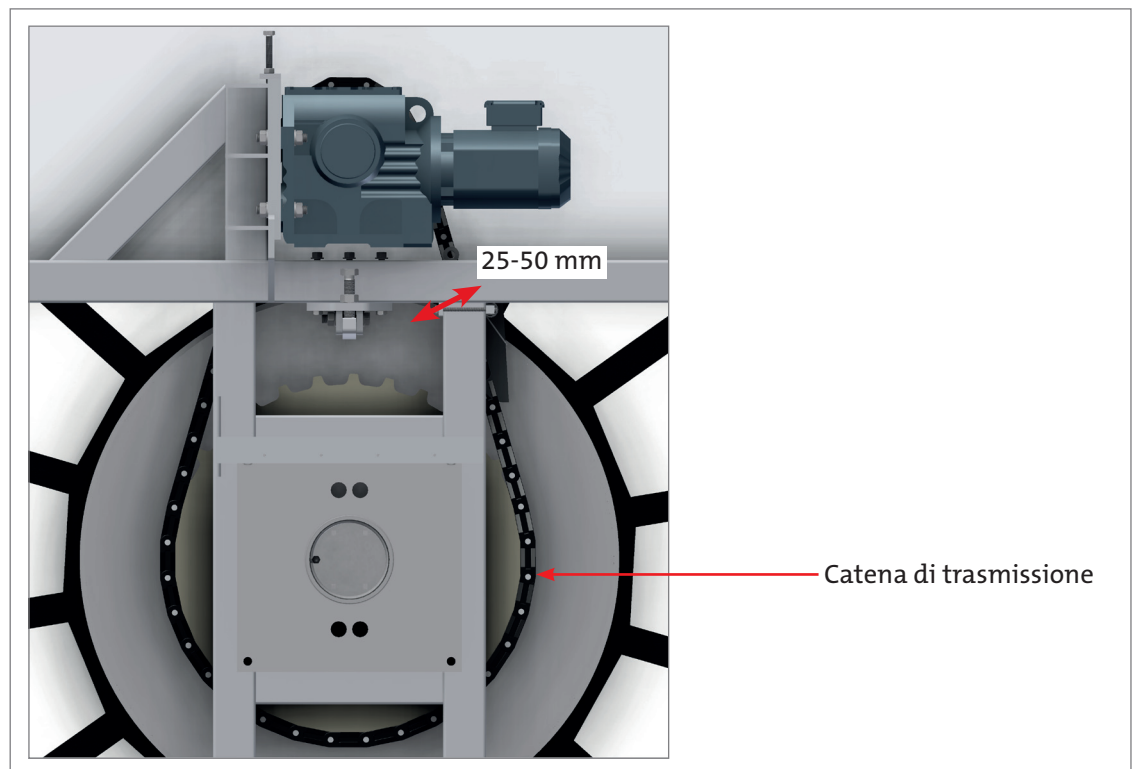

Figura 7.14 Controllo dell'impostazione della catena
1. Portare l'interruttore principale nella posizione OFF (0) e bloccarlo con un lucchetto.
4. Controllare la tensione sulla parte non tesa della catena, dovrebbe essere possibile spostarla di 25-50 mm, vedi Figura 7.14.